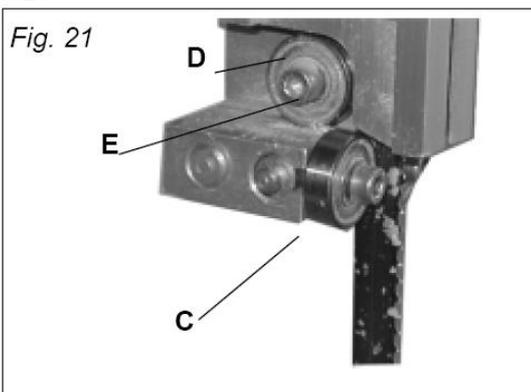

Рис. 21
Отрегулируйте упорный подшипник (D) Рис. 21, чтобы спинку полотна не мешала откручивать крепёжный болт (Е) Рис. 21